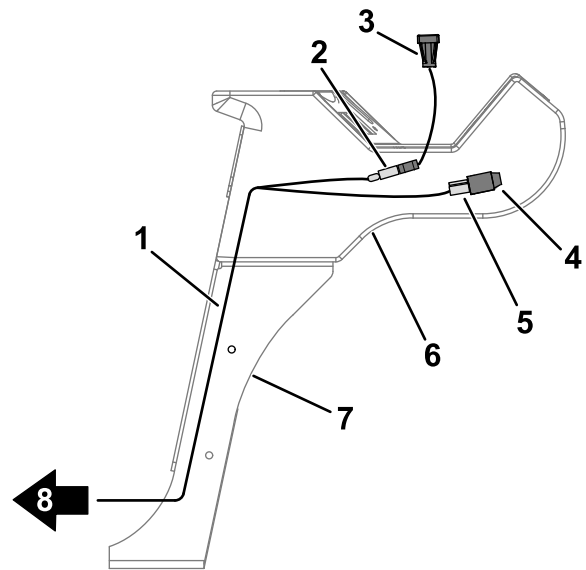

Figura 8
6. Ligue a luz LED ao conector de cablagem da luz rotulado P08 (Figura 8).
5. Instale a cablagem como se mostra na Figura 8.
7. Ligue o alarme ao conector da cablagem da luz rotulado P09 (Figura 8).
8. Passe a extremidade restante da cablagem para baixo pelo braço de controle (Figura 8).